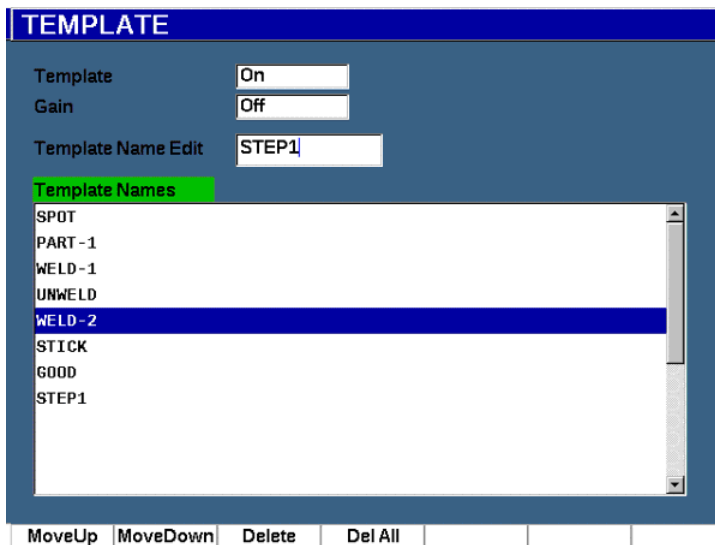

Figura 11-51 Pagina di configurazione dei modelli
1. Selezionare **Modello > Conf.** per visualizzare la pagina di configurazione **Modello** (Template) [vedere Figura 11-51 a pagina 334].